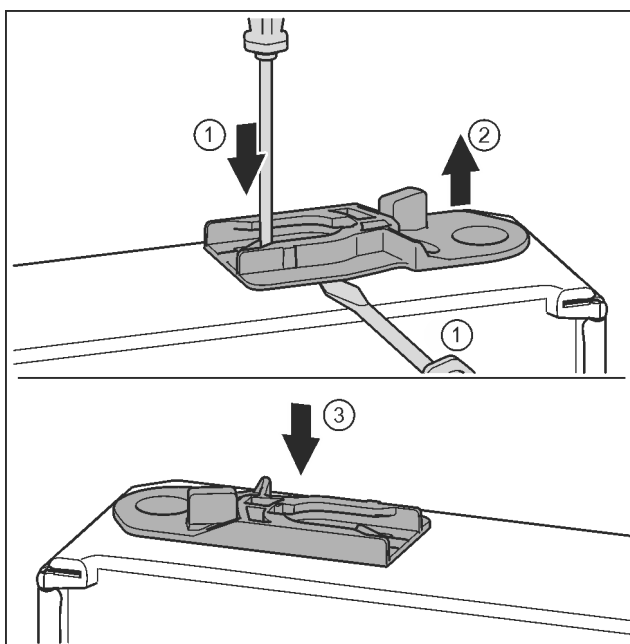

Fig. 32
- Führungsbuchse herausziehen: Lasche mit Schlitzschraubendreher drücken und gleichzeitig mit Schlitzschraubendreher unter Führungsbuchse fahren. Fig. 32 (1, 2)
- Im Lieferumfang beiliegende Führungsbuchse auf anderer Gehäuseseite einschieben. Fig. 32 (3)